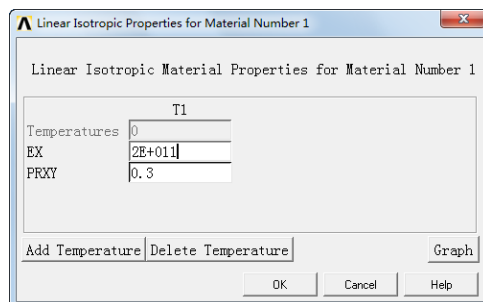

图 13-14 “Linear Isotropic Properties for Material Number 1” 对话框
⑥在“Material Models Available”栏目中连续单击 Favorites > Linear Static > Linear Isotropic, 弹出“Linear Isotropic Properties for Material Number 1”对话框, 如图 13-14 所示, 在“EX”后键入“2e+011”, 在“PRXY”后键入 0.3, 单击“OK”按钮。